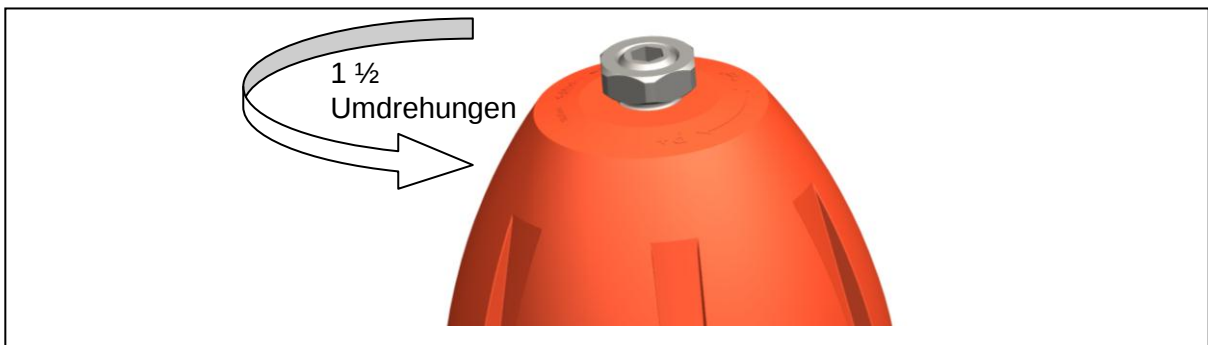

Abb. 3
- Kontermutter lösen, siehe Abb. 3